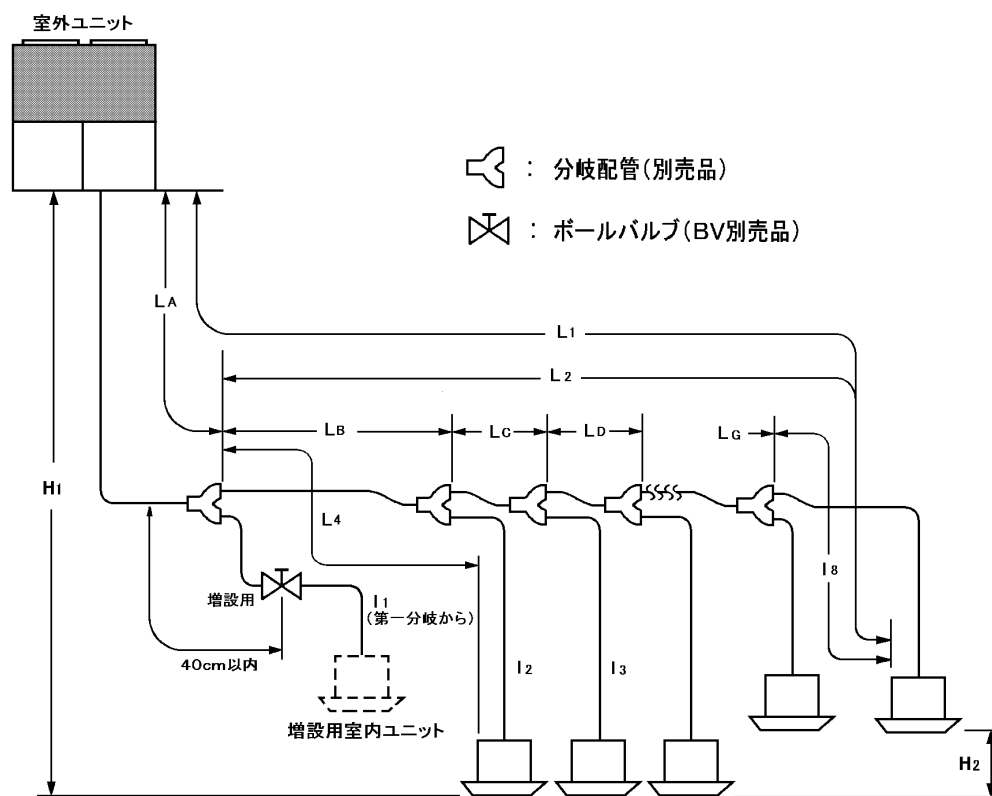

図1
①室内ユニットの増設可能条件
②設置後、増設する可能性のある場合は、室内ユニット側の分岐管に別売のボールバルブを設置するよう計画してください。(図1)
③増設を想定した配管サイズを選定してください。[(1)3)分岐配管サイズ選定の項参照]